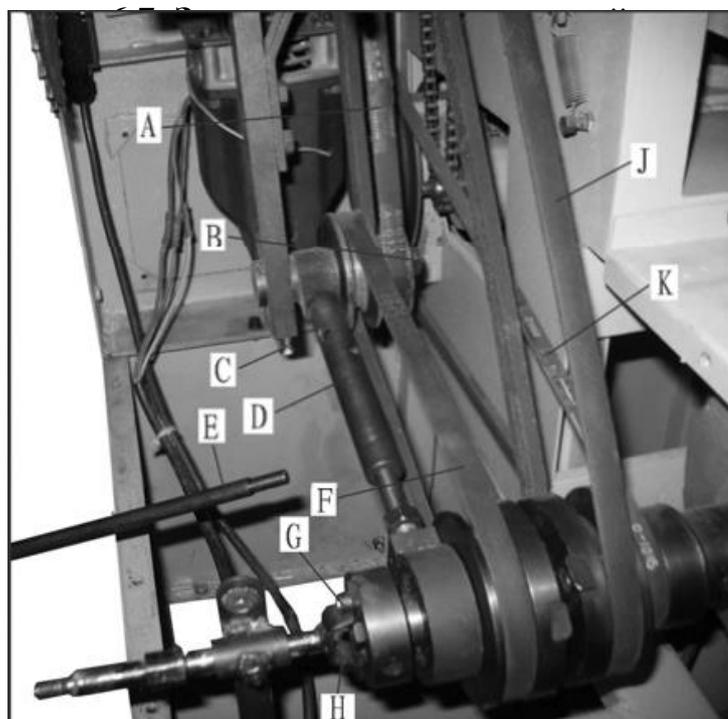

Рис.27.
#### **6.7.1.Замена приводного ремня круглопильного устройства.(Рис.27,28)**
- 1.После снятия ремня **А** , ослабьте натяжной винт **Д** воротком **Е** (Рис.27).